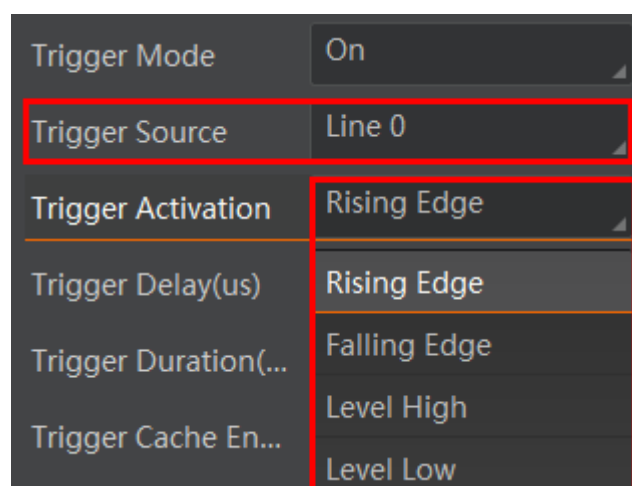

图4-6 硬件触发设置
2. 选择参数 *Trigger Source* 为 *Line 0*，设置 *Trigger Activation*，如图4-6所示。